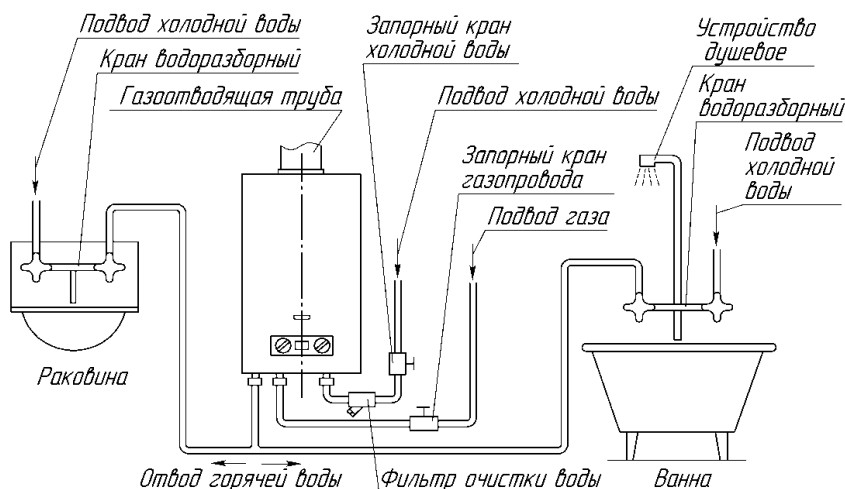

Рисунок 5. Схема установки аппарата
7.3.1. Для увеличения срока службы аппарата и улучшения его эксплуатационных характеристик рекомендуется устанавливать перед аппаратом фильтр очистки воды (рис. 5).
7.3.2. Для облегчения последующего технического обслуживания необходимо установить перед аппаратом запорный кран на трубопроводе подвода холодной воды (рис. 5). Запорный кран должен быть легко доступен.